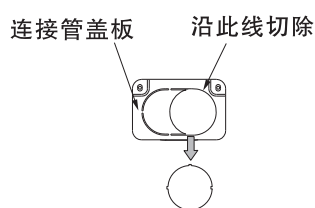
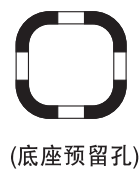

图21
图22
- 底座底面预留孔（下引出时）详细图见图22，用锯子锯断引出口与底座的搭连处；连接管盖板的处理方法（左右和后引出时）详细图见图21。